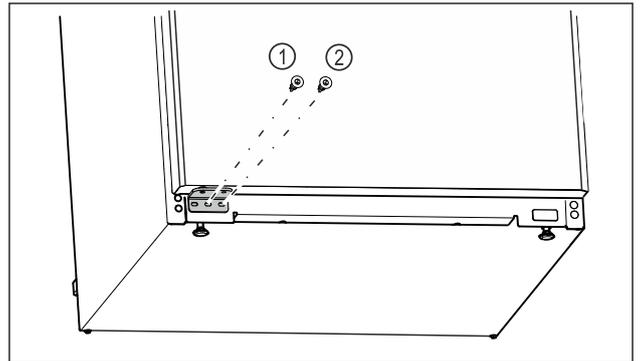

Fig. 22
- ▶ Apretar el tornillo central del soporte del cojinete Fig. 22 (1) con un destornillador Torx 20.
- ▶ Apretar el tornillo interior del soporte del cojinete Fig. 22 (2) con un destornillador Torx 20.